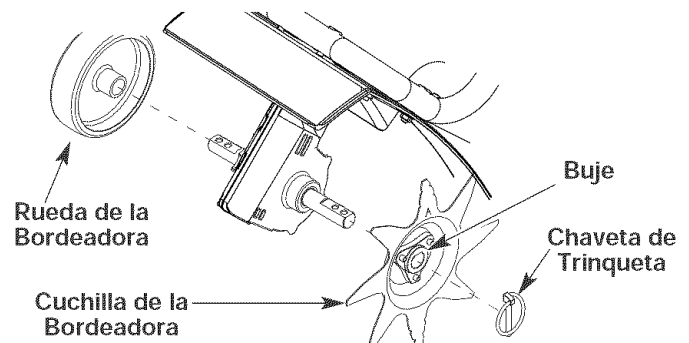

Fig. 6
1. Presione el interruptor encendido / apagado (O) para detener el motor y los dientes y desconecte la bujía para evitar un arranque accidental.
3. Deslice la rueda de la bordeadora, con el buje mirando hacia adentro, en el lado derecho del árbol del diente y asegúrelo con la chaveta de trinquete en el orificio interior (Fig. 6).
4. Deslice la cuchilla de la bordeadora con el buje mirando hacia el lado izquierdo del árbol del diente y asegúrelo con la chaveta de trinquete en el orificio interior (Fig. 6).